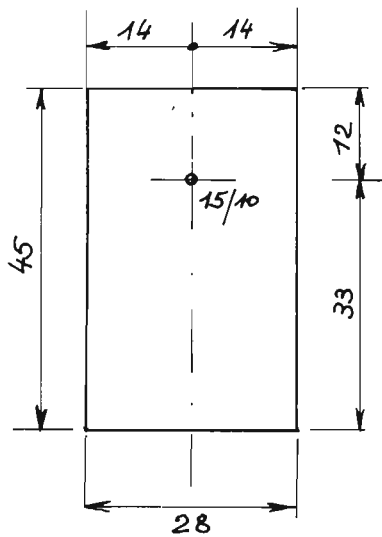

Fig. 5. - Gabarit de pliage en acier de 10 mm.
- a) Ils sont en fer-blanc de 5/10. Ils doivent être identiques et de dimensions très précises pour un empilement correct. Pour parvenir aisément à un très bon résultat, il est nécessaire de faire, ou de faire faire, un gabarit en acier de 10 mm, aux dimensions de la figure 5, soit donc 45 x 28 x 10 mm. Percer un trou de 15/10 parfaitement centré.